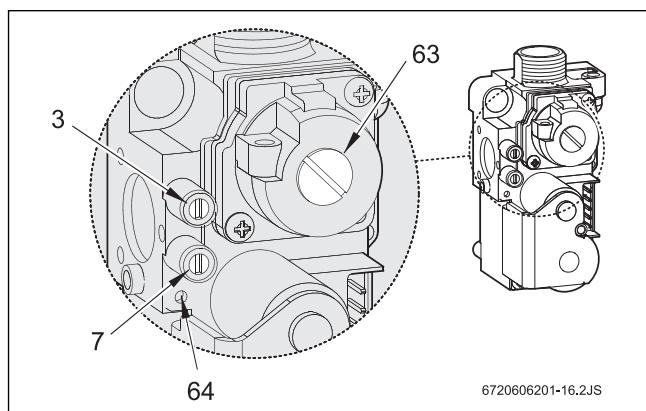

Fig. 23 Cuerpo de gas
- Desmontar la cubierta del tornillo de ajuste del gas (63) (Fig. 23 ).